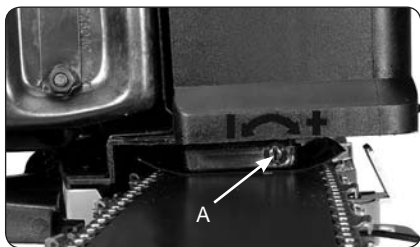

Рис. 9
Цепная пила оснащена системой автоматического смазывания, которая обеспечивает необходимое количество смазки к шине и цепи. При увеличении скорости двигателя увеличивает приток масла к шине. Приток масла к шине и цепи может регулироваться вращением винта (A), показан на (Рис. 9). Вращайте винт по ходу часовой стрелки, чтобы уменьшить приток масла, а обратно против хода часовой стрелки – чтобы увеличить приток масла.